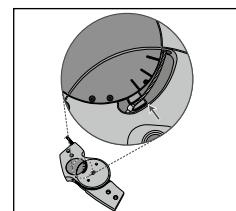

Fig. 5
3. Efter fjernelse af dækpladen kontrolleres det, om den øvre side af løftestangsarmen (som holder satellitkablet) er parallel med den nederste af de tre markeringer på funktionsenheden (se fig. 5).
12. Kontroller igen den korrekte position (Mode 3) af løftearmen i leddets funktionsenhed (**se fig. 5**).